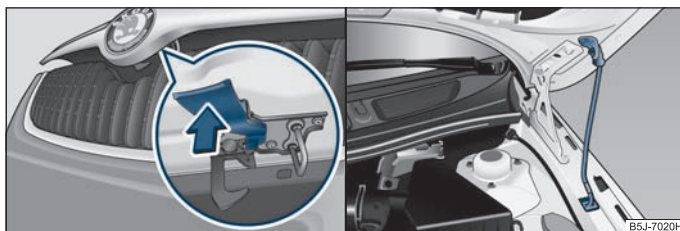

Fig. 139 Grilajul radiatorului: Maneta de siguranță / Asigurarea capotei motorului cu tija de susținere
- Trageți mânerul de siguranță ⇒ fig. 139 - stânga, capota motorului se deblochează.
- Ridicați tija din suport din suport și introduceți-o în orificiul prevăzut pentru aceasta ⇒ fig. 139 - în partea dreaptă.